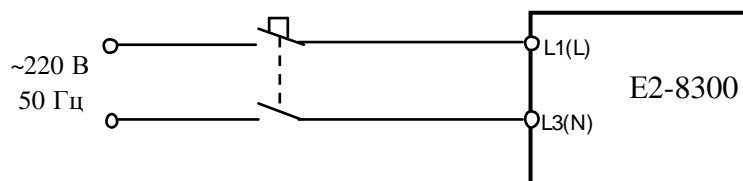

Рис. 4.12
4.10.1. Подключить преобразователь к электросети 1Ф ~220 В (рис.4.12).